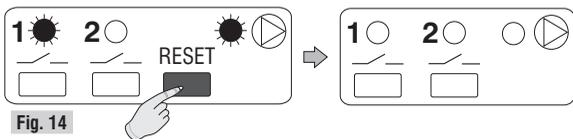

Fig. 14
- Premere brevemente il **tasto "RESET"**; al rilascio la forzatura temporanea verrà annullata (fig. 14).